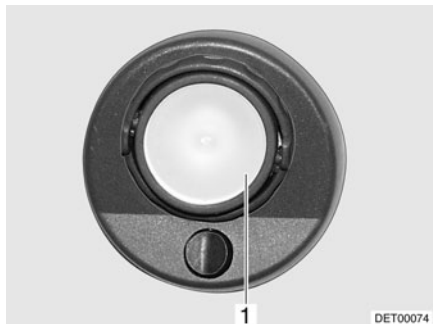

Fig. 256 Lámpara halógena sobre revoque de la cabina del conductor (modelo I)
- Sacar la cubierta de vidrio (Fig. 256,1) con cuidado, haciendo palanca con una herramienta apropiada (p. ej. destornillador) y retirarla.